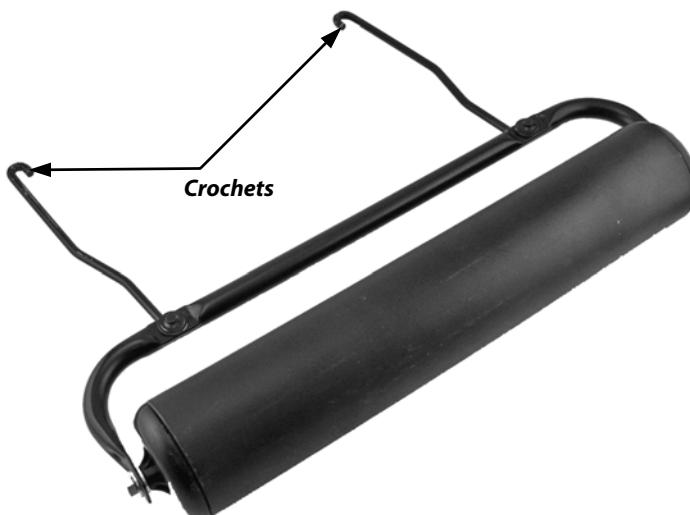
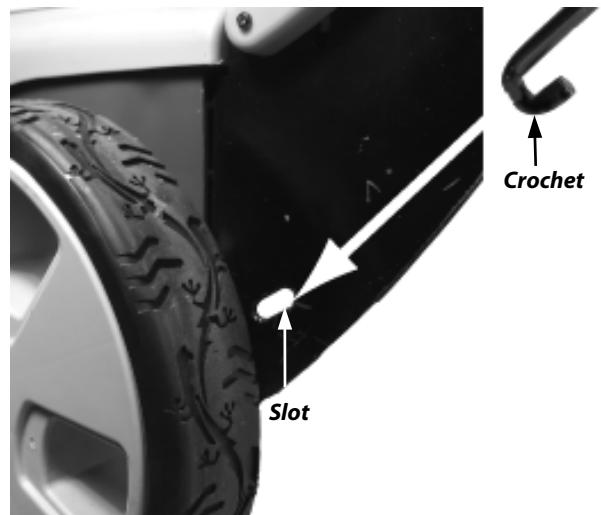

Figure 1
Figure 2
Le rouleau traceur (**Figure 1**) se fixe facilement avec des crochets enfoncez dans les fentes préformées (une de chaque côté) à l'arrière de la tondeuse NEUTON (**Figure 2**). Vous pouvez utiliser soit l'ensacheuse (recommandée) soit la plaque de déchiquetage (mais pas la goulotte d'éjection latérale) avec le rouleau traceur.
7. Insérez les crochets dans les fentes prévues à l'arrière de la tondeuse (**Figure 2** à la page précédente).